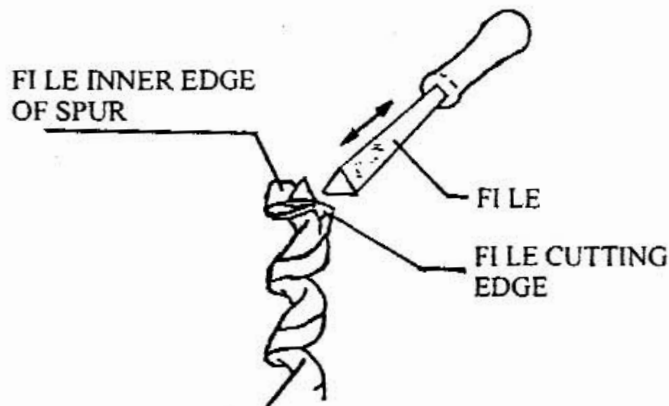

FIG. 5 SHARPENING THE DRILL BIT
2. SHARPENING DRILL BIT (See Fig. 5)